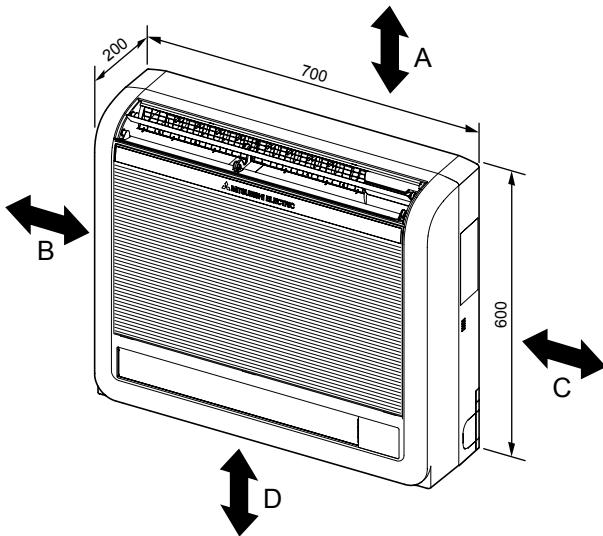

Fig. 2-1
①	Drenaj hortumu	1
②	Boru kaplayıcısı	1
③	Bant	2
④	İç ünite montaj braketi	1
⑤	④ 4 × 25 mm'lik tespit vidası	5
⑥	İç ünitenin sabitlenmesi için ağaç vida	4
⑦	⑥'un rondelası	4
⑧	Keçe bant (sola veya sol arkaya boru döşemek için)	1
⑨	MA uzaktan kumanda ünitesi kablosu	1
2.1. Dış ölçüler (İç ünite) (Fig. 2-1)